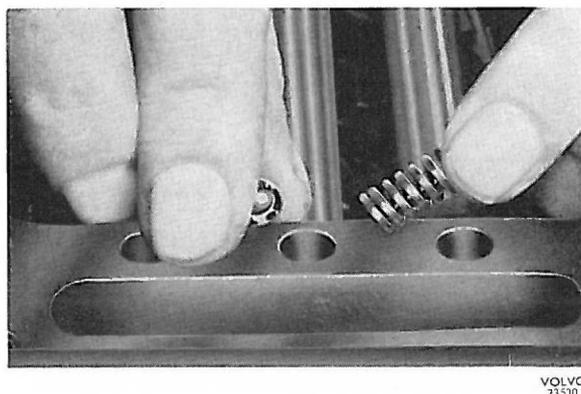

Fig. 33. Mise en place des billes et ressorts de verrouillage
10. Remettre en place les billes et ressorts de verrouillage, voir Fig. 33. Reposer le couvercle de la boîte de vitesses. Essayer la boîte pour s'assurer du fonctionnement correct de toutes les vitesses.